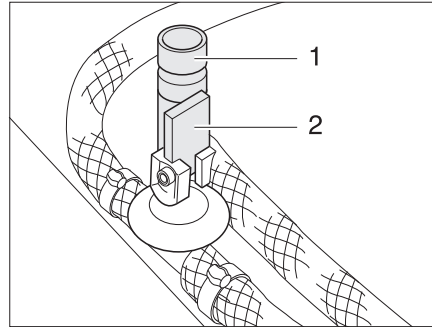

Fig. 130 Robinets de vidange pour chauffe-eau Truma
- Fermer tous les robinets de vidange pour chauffe-eau. Pour cela, mettre le levier à bascule (Fig. 130,2) à l'horizontale et faire tourner le capuchon (Fig. 130,1) dans le sens des aiguilles d'une montre.
- Ouvrir tous les robinets de vidange pour chauffe-eau. Pour ce faire, placer le levier à bascule (Fig. 130,2) à la verticale et faire tourner le capuchon (Fig. 130,1) dans le sens inverse des aiguilles d'une montre.